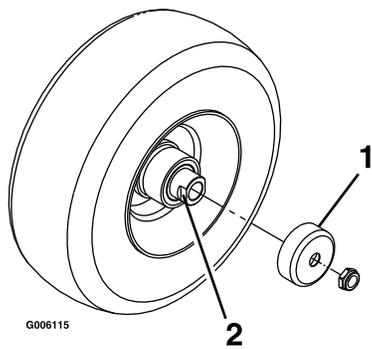

Figura 40
4. Retire los protectores de los retenes del cubo de la rueda (Figura 40).